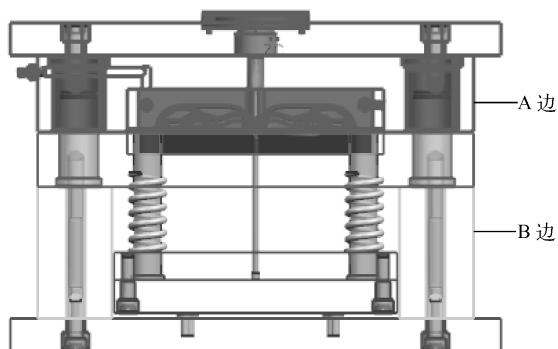
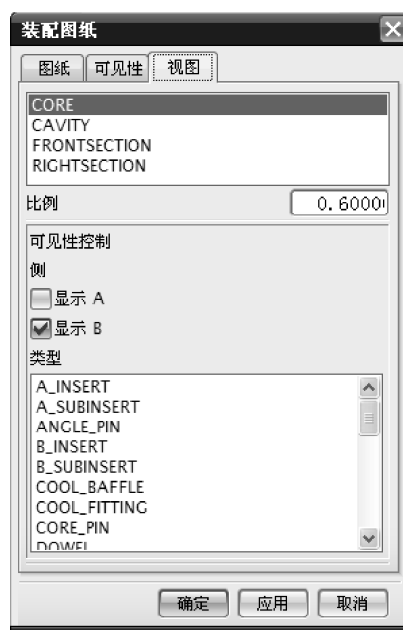
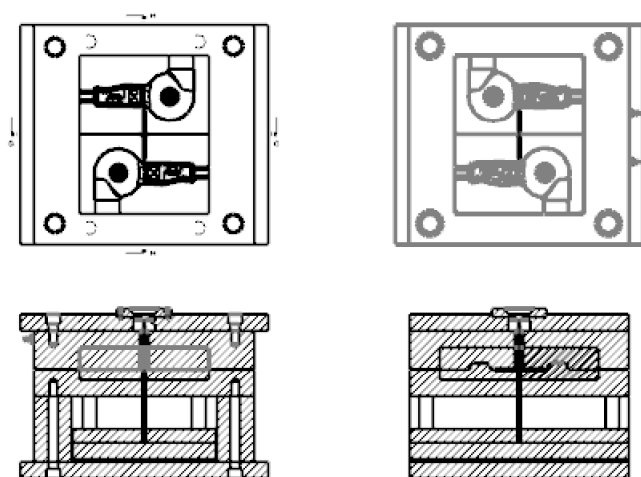

图 10-134 模具按可见性分边
图 10-135 【视图】对话框
图 10-136 模具装配图
(3) 如图 10-134 所示, 在视图区指定定模部分为 A 边, 指定动模部分为 B 边, 单击【应用】按钮, 切换到如图 10-135 所示的【视图】选项卡。
(4) 在图 10-135 所示的【视图】对话框中, 将视图比例改为 0.6。首先选择 CORE, 作出动模视图, 这个视图在传统的模具装配图中, 是作为俯视图来处理的, 这里作为主视图来处理了。然后选择 CAVITY, 将定模视图作为右视图; 再选择前剖视图, 在动模视图选择反映主要装配关系的剖切位置, 作出前剖视图; 再选择右剖视图, 在动模视图选择要补充反映装配关系的剖切位置, 作出右剖视图。整个模具装配图如图 10-136 所示。
- (5) 在图 10-135 所示的【视图】对话框中单击【确定】按钮，将创建的图纸存盘。
- (6) 在主菜单中选择命令【开始】→【所有应用模块】→【制图】，进入工程制图状态。
- (7) 选择菜单命令【视图】→【显示图纸页】，将已保存的图纸打开。
- (8) 按照工程制图的方法，可以对打开的图纸进行编辑，补充还需要添加的视图，添加装配尺寸、剖切符号、技术要求说明等，给下一步加工工序提供技术文件。
- (9) 选择菜单命令【文件】→【全部保存】，保存所有模具文件。